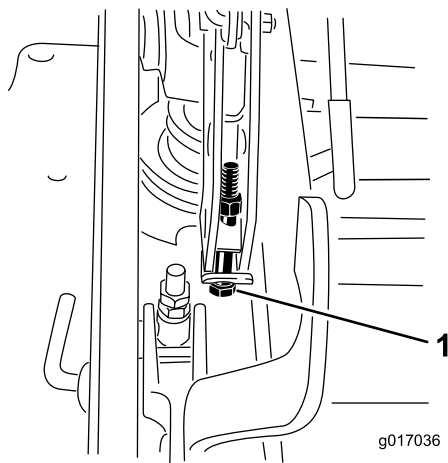

Figura 98
14. Si la carcasa está demasiado baja, apriete el perno del ajuste de un solo punto girándolo en el sentido de las agujas del reloj. Si la carcasa está demasiado alta, afloje el perno del ajuste de un solo punto girándolo en el sentido contrario a las agujas del reloj (Figura 98).